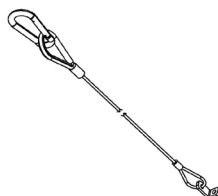

Figure 36
1. Wire rope is necessary for the fixture before wiring. (Figure 36).
1. Un câble métallique est nécessaire pour l'appareil avant le câblage. (Figure 36).